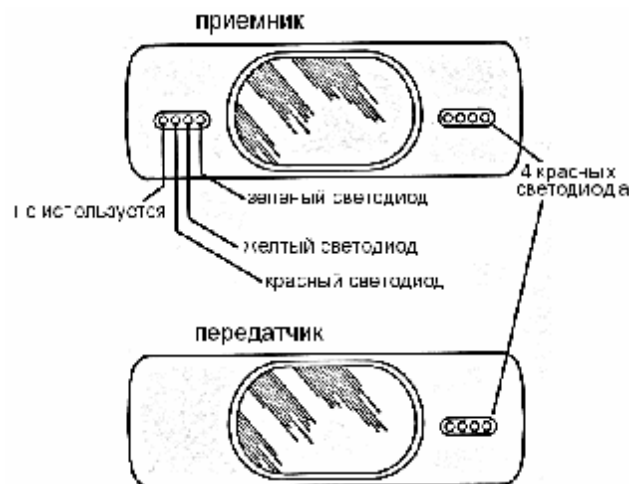

Рис. 14. Приемник и передатчик (вид спереди)
При проведении юстировки извещателя 6424 передатчик и приемник устанавливается в положение, обеспечивающее прием максимального уровня инфракрасного излучения, что соответствует совмещению осей их оптических систем. Кроме того, в процессе юстировки устанавливается усиление приемника, которое компенсирует потери инфракрасного излучения при распространении. Для упрощения процесса юстировки уровень инфракрасного излучения индицируется одновременно на приемнике и на передатчике (рис. 14). Для сокращения времени юстировки эту процедуру рекомендуется выполнять вдвоем. В этом случае легче регулировать потенциометр на приемнике во время юстировки передатчика. Юстировку извещателя 6424 можно разделить на 3 стадии: установка режима юстировки, юстировка передатчика, юстировка приемника.
3. Последовательно изменяя положение приемника в горизонтальной и вертикальной плоскостях, найдите его положение, при котором горят все четыре красных светодиода (рис. 14).
Не прилагая больших усилий и не изменяя положения приемника и передатчика, тщательно протрите их оптические системы. Можно использовать влажную мягкую ткань и нежное мыло. Избегайте применения растворителей и аммиака, не допускайте появления царапин на поверхности оптических систем. Далее, при необходимости, включите напряжение питания извещателя и переведите приемник и передатчик в режим юстировки. Если горят три и только три светодиода юстировки (рис. 14), включите режим нормальной работы и подождите примерно 1 минуту, пока закончится самотестирование и извещатель переключится в дежурный режим (на приемнике начнет мигать зеленый светодиод). Если в режиме юстировки горят не три светодиода, а большее или меньшее количество, необходимо провести юстировку извещателя в соответствии с разделом 7. Далее проверьте чувствительность извещателя в соответствии с разделом 8.